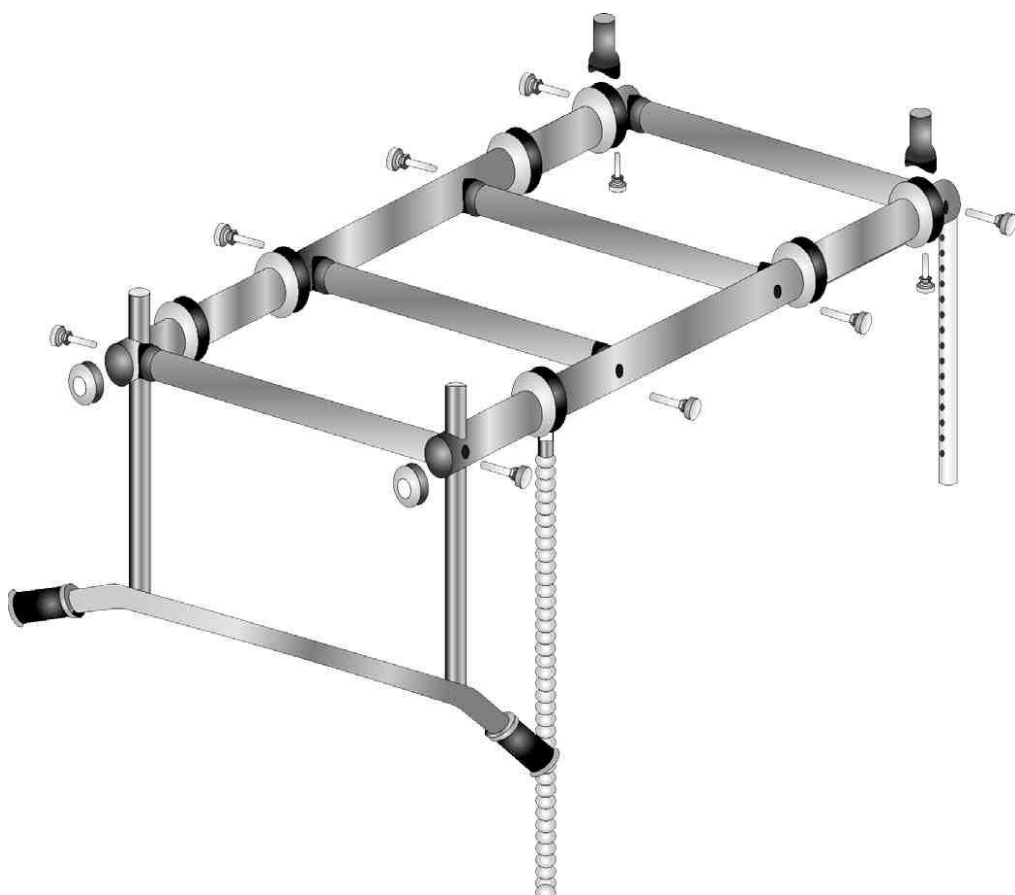

Рис.5
6.2.10. соединить верхнюю раму с распорными трубами в (горизонтальном положении). Рисунок 5.